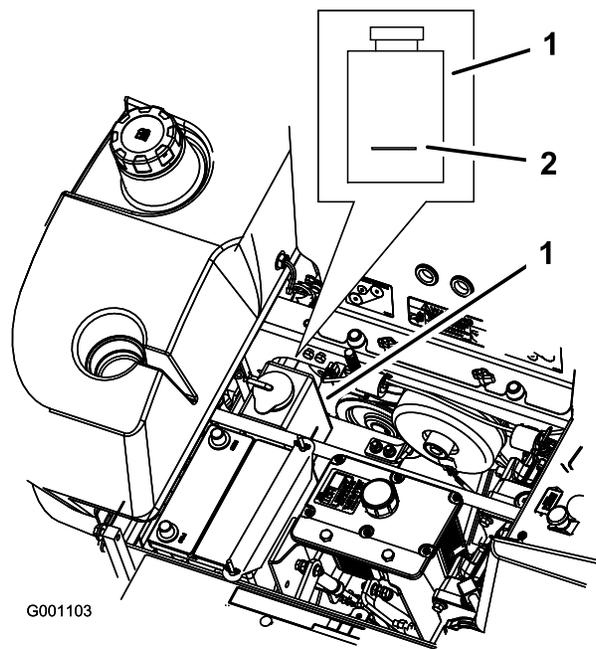

Figura 62
3. A motore freddo, controllate il livello della bottiglia di troppopieno. Il fluido deve raggiungere la sporgenza all'esterno della bottiglia di troppopieno (Figura 62).
4. Se il livello del refrigerante è basso, rabboccate la bottiglia di troppopieno con una miscela di 50% antigelo a lunga durata/DexCool® e 50% acqua (Figura 62).
5. Versate la miscela refrigerante 50/50 nella bottiglia di troppopieno e riempite fino alla linea tracciata sulla bottiglia (Figura 62).